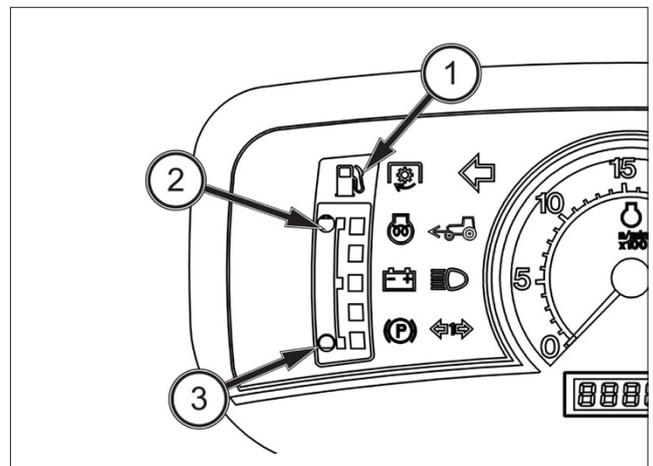

FIG. 38
FIG. 38: El indicador de combustible (1) indica el nivel de diésel en el depósito de combustible. Como más se aproxime la barra al símbolo del depósito lleno (2), más lleno está el depósito. No deje que el indicador de combustible llegue al símbolo de depósito vacío (3).